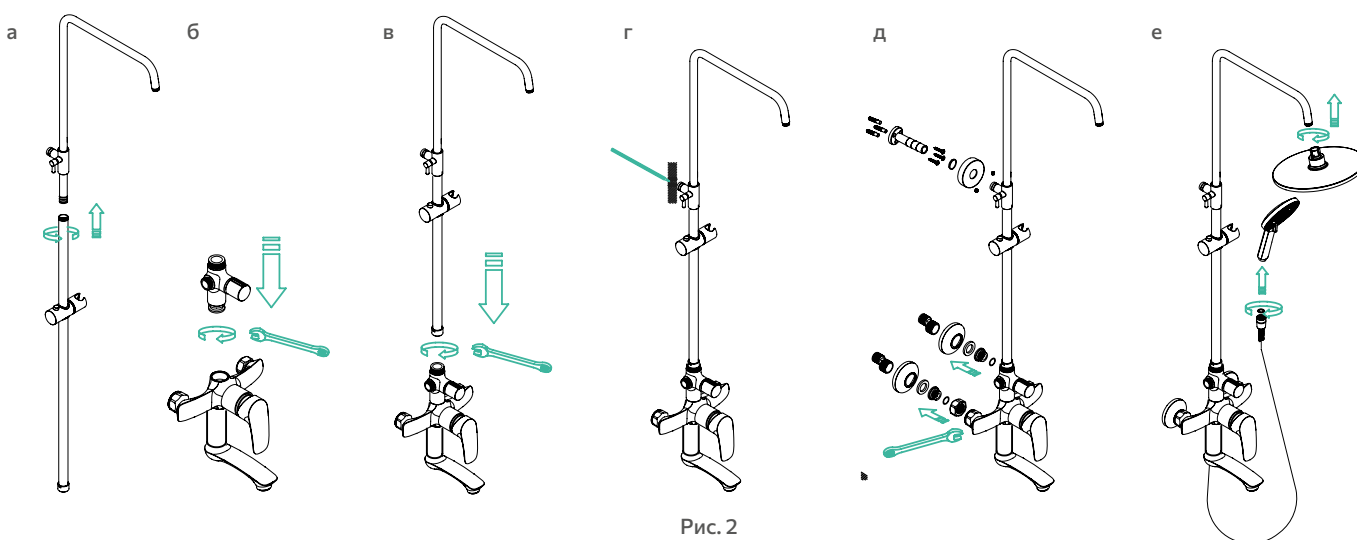

Рис. 2
5. Установите штангу для душа (рис. 2). Отметьте места крепления и зафиксируйте штангу с помощью входящего в комплект крепежа.